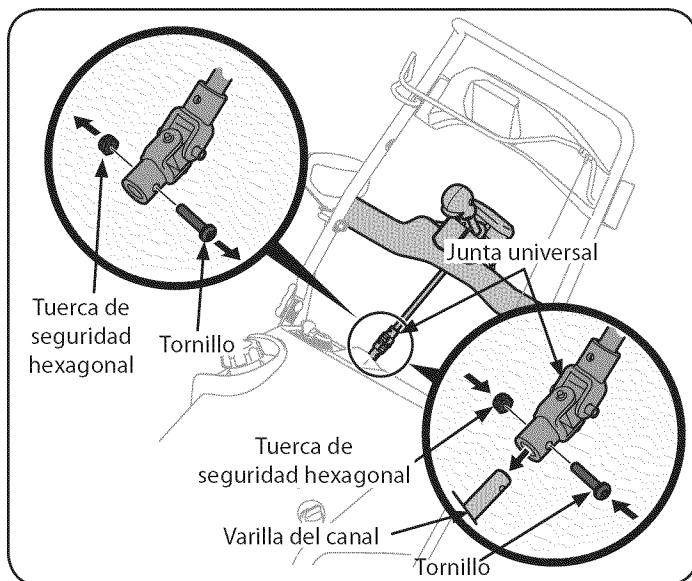

Figura 8
11. Retire el tornillo y la tuerca hexagonal de la junta universal. Vea la Figura 8.
12. Coloque la junta universal en el extremo de la varilla del canal como se indica en la Figura 8.
13. Sujete la junta universal con la tuerca hexagonal y el tornillo que extrajo previamente. Vea la Figura 8.